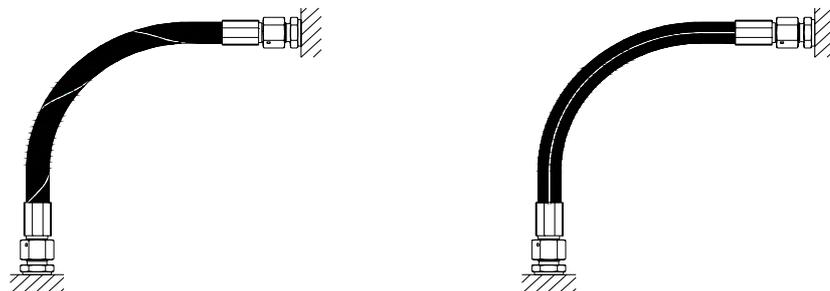

Fig.1 Montaggio errato
1. Non applicare torsioni al tubo flessibile lungo il proprio asse in quanto potrebbero essere causa di cedimenti in pressione (Fig.1).
Not to apply torsions to the hose along its axis as they may become cause of yieldings under pressure (Fig. 1).